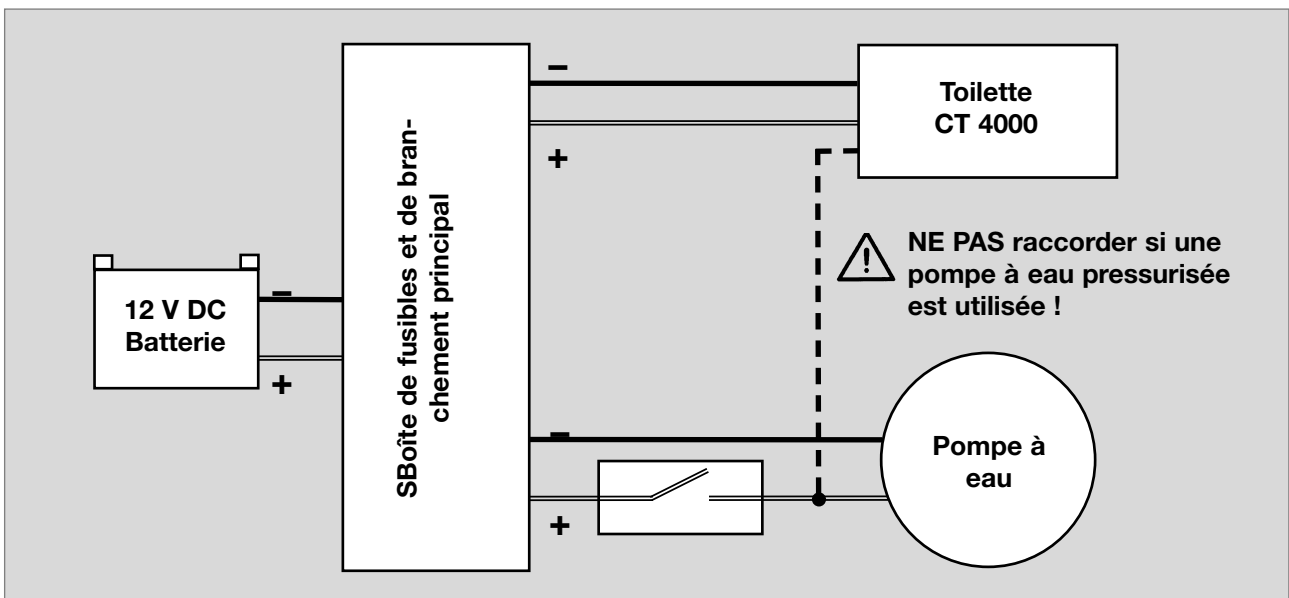

Fig. 30
- Raccordez les toilettes à leur propre alimentation électrique via le bloc de raccordement principal du véhicule (fig. 30).